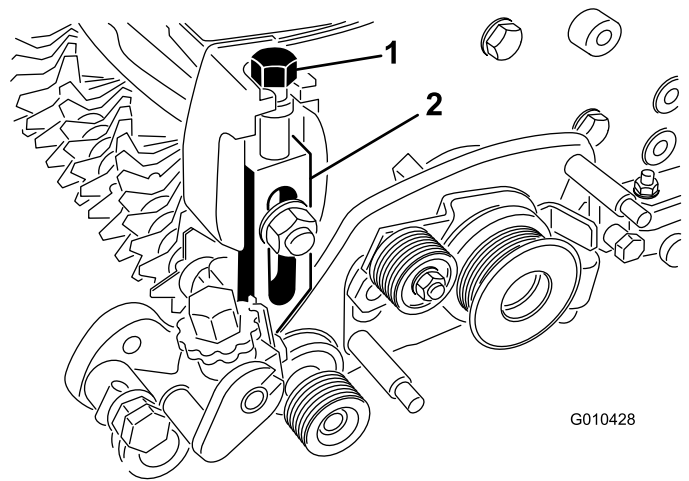

Figura 14
6. Avvitare il bullone di regolazione dell'altezza di taglio nella parte superiore del gruppo del braccio regolatore sinistro (Figura 14).
7. Installate il gruppo braccio regolatore sinistro sulla piastra laterale dell'apparato di taglio utilizzando il bullone a testa tonda, il dado e la rondella esistenti (Figura 14).
10. Avvitare la vite di regolazione dell'altezza di taglio nella parte superiore del gruppo del braccio regolatore destro (Figura 14).
12. Installate il gruppo braccio regolatore destro sulla piastra laterale dell'apparato di taglio utilizzando il bullone a testa tonda, il dado e la rondella esistenti (Figura 14).